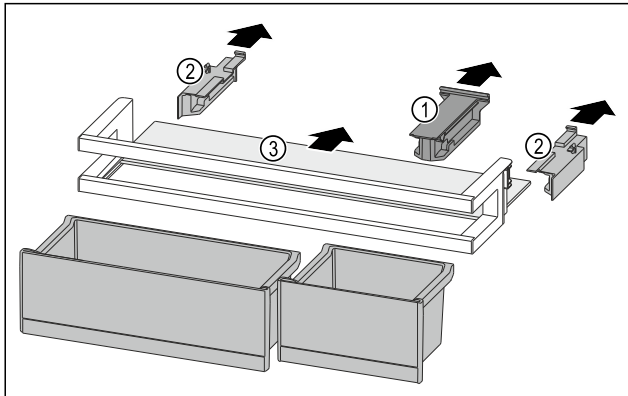

Fig. 97
- ▶ Snemite držalni del Fig. 97 (1).
- ▶ Snemite stranski del Fig. 97 (2).
- ▶ Odstranite polico za odlaganje Fig. 97 (3).